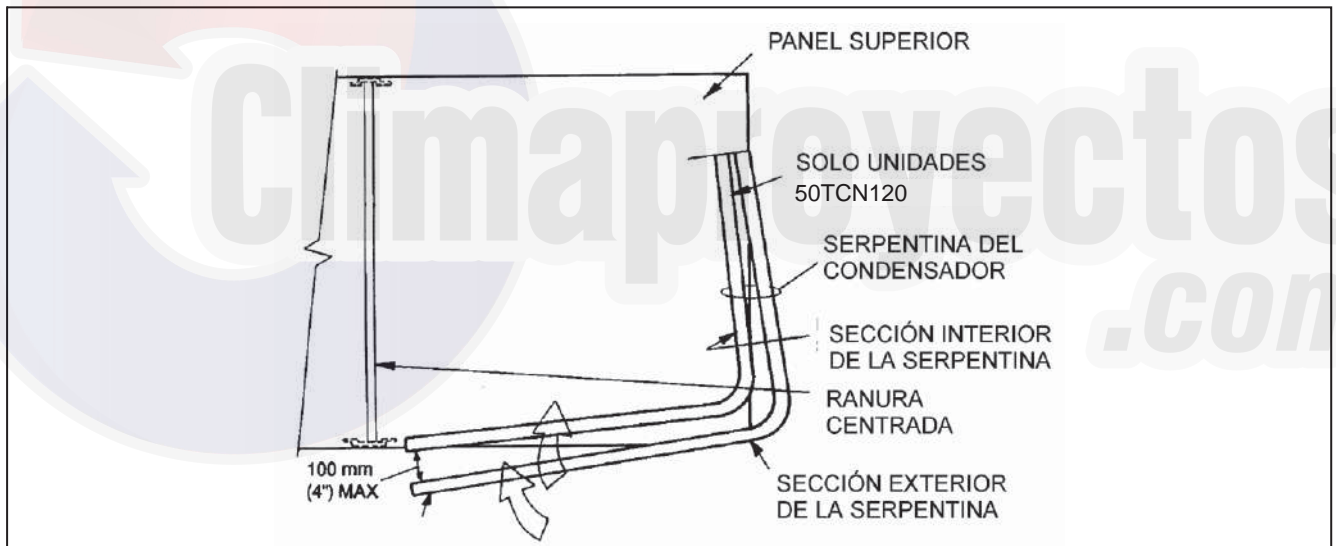

Fig. 18 - Separación de la Sección del Serpentin
5. Retire el cierre que mantiene unidas las secciones del serpentín en el final de retorno del serpentín del condensador. Separe cuidadosamente la sección del serpentín exterior 75 a 100 mm de la sección del serpentín interior. Vea la Fig. 18.